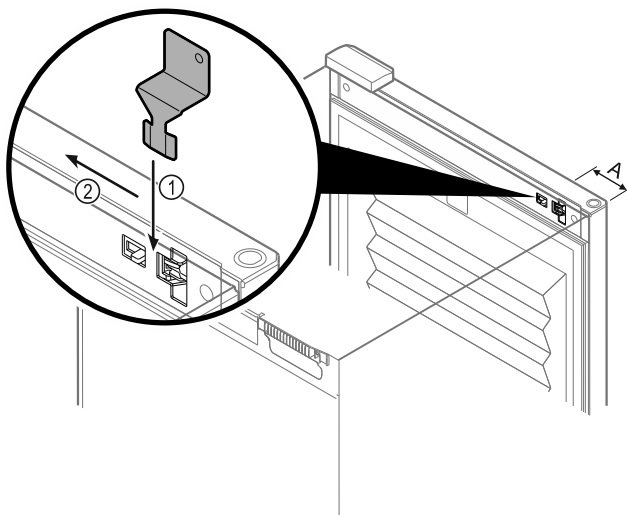

Fig. 101
- ▶ 将紧急解锁钥匙放置在指定位置 Fig. 101 (A) ≈ 100 mm。
- ▶ 将紧急解锁钥匙 Fig. 101 (1) 从门与冰箱主体之间的上方插到底。
- ▶ 向铰链方向拉动紧急解锁钥匙。 Fig. 101 (2)